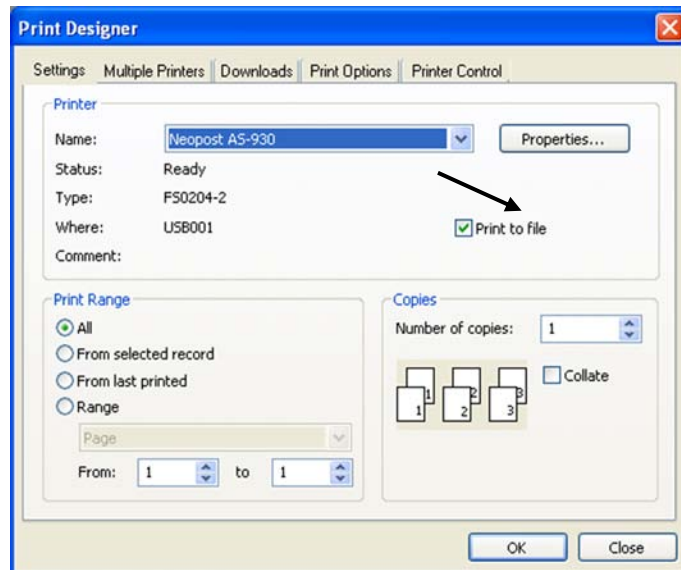

Abbildung 64: Dialogfeld „Drucken“
- Aktivieren Sie das Kontrollkästchen „Ausgabe in Datei“, wie in Abbildung 64 gezeigt.